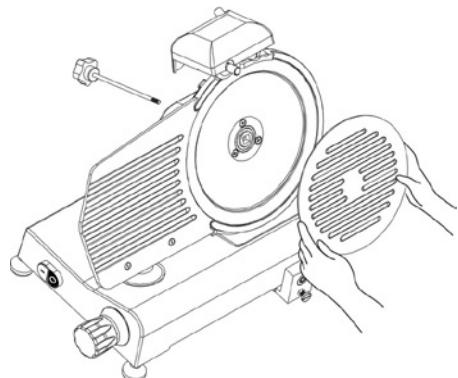

FIG. nr. 6 – Het losmaken van de beschermkap
Schroef de knop van de trekstaaf (1) los (zie FIG. nr. 6) om de beschermkap (2) los te maken.